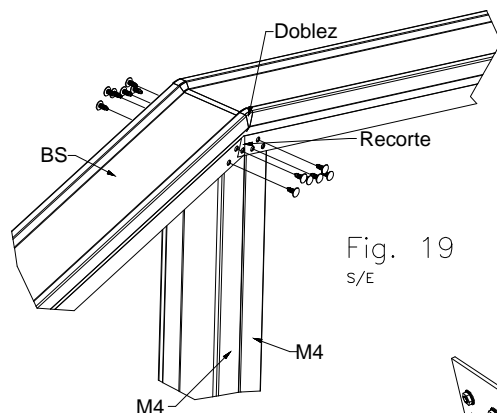

Fig. 19
- 2.- CORTAR LAS ALAS DE LA BRIDA SUPERIOR (BS) EN EL CENTRO DE LA MISMA PARA DOBLARLA DE TAL FORMA QUE FORMARÁ LA CUMBRERA DEL TIJERAL. ARMAR EL PERÍMETRO DEL MISMO CON LOS PERFILES BRIDA SUPERIOR E INFERIOR (BS, BI) (FIG. 19).
- 1.- CORTAR A LA MITAD AMBAS ALAS DEL PERFIL BRIDA (BS), LUEGO DOBLAR A LA ALTURA DEL CORTE COMO LA FIG. 19, Y FIJARLAS CON TORNILLOS A LAS MONTANTES.